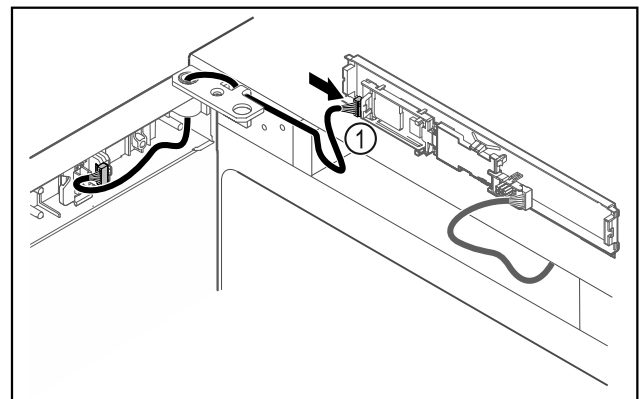

Fig. 43
- Aseta pistoke Fig. 43 (1) levyyn.